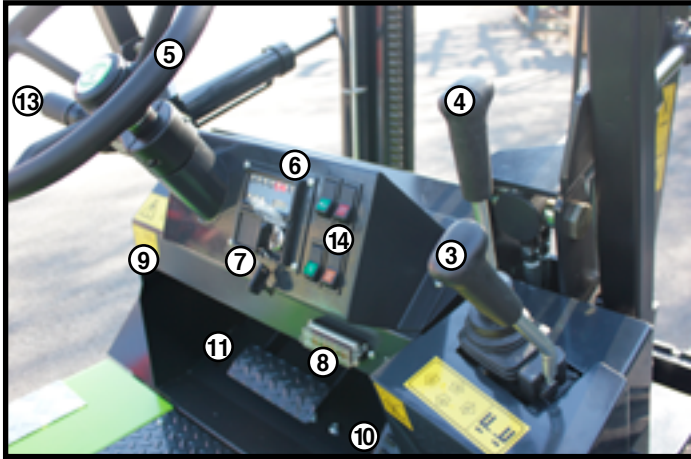

Fig.1
MANDOS (Fig 1, 2, 3 y 4)
CONTROLS (Fig 1, 2, 3 and 4)
- 2) Situar el mando del inversor 13 (Fig. 1) en la posición de marcha deseada, de acuerdo a las indicaciones de la figura 5.